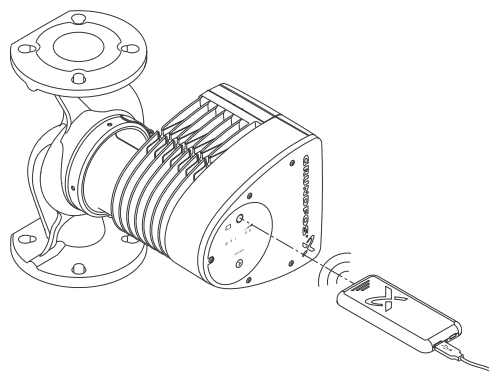

Рис. 14 Соединение по инфракрасному порту через MI 301
7. Направьте MI 301 на инфракрасный глазок насоса. Расстояние: макс. 20 см. См. рис. 14.